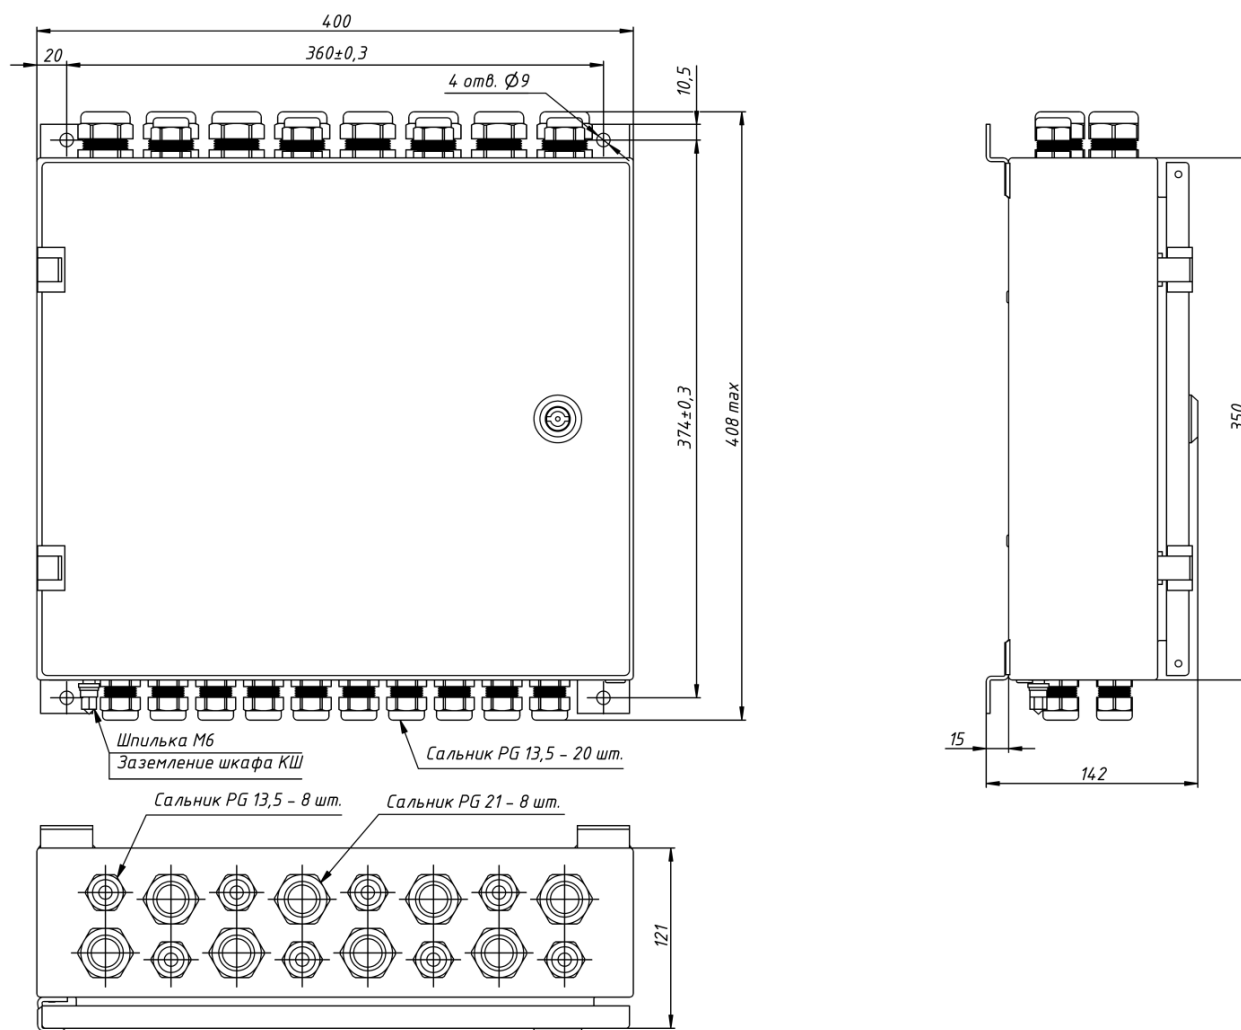

Рис. 1.7 Габаритные размеры КШ
Габаритные размеры КШ приведены на рис. 1.7.
2.3.3 Для варианта комплектации Б закрепить клеммный шкаф (КШ) с помощью четырех болтов М8, входящих в комплект поставки, согласно разметке, указанной на рис. 1.7.